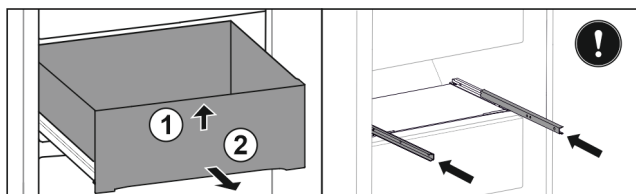

Fig. 45
- ▶ Lyft upp utdragslåda framtill. Fig. 45 (1)
- ▶ Ta ut utdragslåda genom att dra den framåt. Fig. 45 (2)